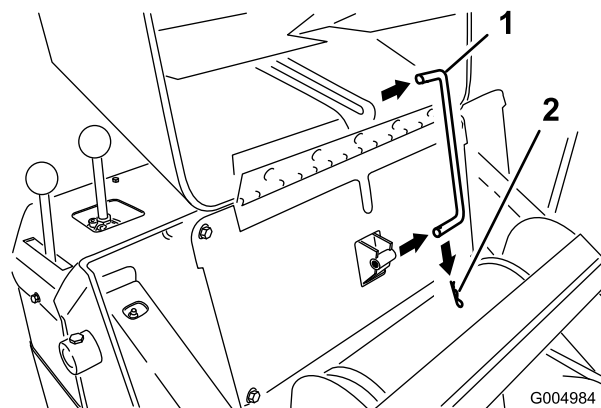

Figura 34
3. Retire el pasador de horquilla del extremo de la varilla de soporte del capó y retire la varilla de soporte de los soportes (Figura 34).